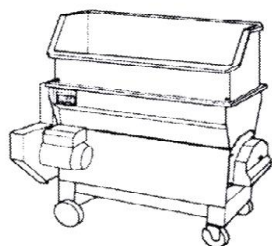

Рис. 5
- Категорически запрещается запускать машину до тех пор, пока не будут надлежащим образом установлены и зафиксированы защитные крышки (в том числе верхний защитный элемент - Рис. 5).